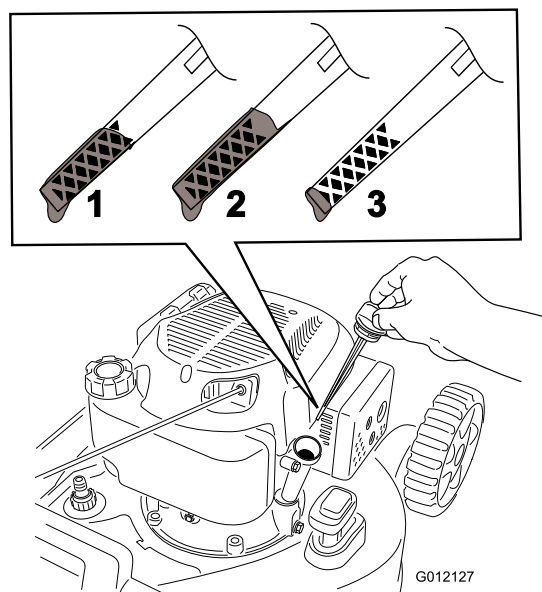

Figura 5
- Versate **lentamente** dell'olio nel foro di riempimento, attendete qualche minuto poi controllatene il livello con l'apposita asta: dopo averla pulita, inseritela fino a posizionarne il tappo sul foro di riempimento, **ma senza avvitarla** (Figura 5).
- Togliete l'asta di livello (Figura 5).
Nota: Riempite la coppa dell'olio motore fino a quando l'asta di livello non indica che il livello dell'olio è corretto, come illustrato nella Figura 5. Se riempite eccessivamente il motore, estraete l'olio in eccesso come indicato in Cambio dell'olio motore.